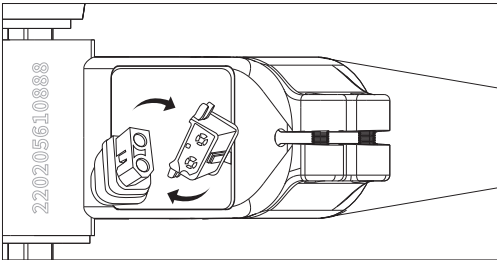

Figura 7-2
- Conecte el cable entre la batería y el controlador, como se muestra en [Figura 7-2].